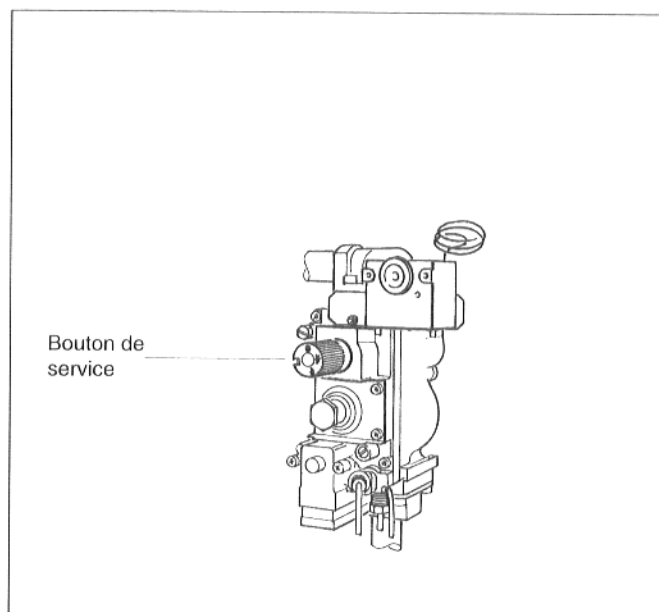

Fig. 30
- Tourner le bouton de service du bloc gaz du brûleur dans le sens des aiguilles d'une montre jusqu'en butée (fig. 30) (jusqu'au symbole "Point", appuyer légèrement en tournant).